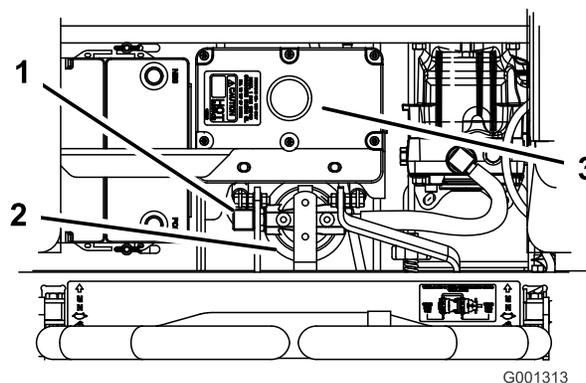

Рисунок 96
4. Отсоедините правый гидравлический шланг, подсоединенный к переходнику (Рисунок 96).
6. Подсоедините правый гидравлический шланг к переходнику (Рисунок 96).
7. Нанесите тонкий слой гидравлической жидкости на резиновую прокладку нового фильтра (Рисунок 96).
9. Заполняйте гидравлический бак жидкостью до тех пор, пока она не будет выходить из фильтра, затем поверните фильтр по часовой стрелке до контакта резиновой прокладки с переходником фильтра, после этого затяните фильтр, повернув его еще на пол-оборота (Рисунок 96).